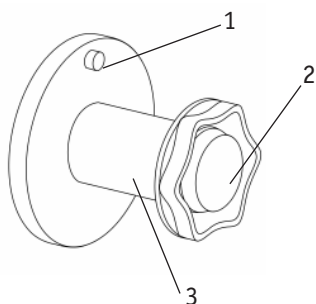
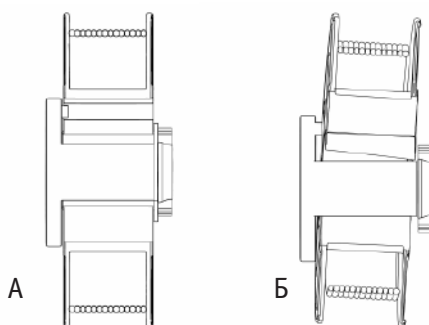

Рис. 12.0.2. Ось катушки.
Рис. 12.0.3. Установка катушки с проволокой D300 на ось катушки.
2. Установите катушку с проволокой D300 на ось катушки (См. рис. 12.0.2). Не допускайте перекоса катушки (См. рис. 12.0.3).
2. Установите катушку с проволокой, совместите отверстие катушки и фиксатор адаптера, зафиксируйте её прижимной гайкой (См. рис. 12.0.2).